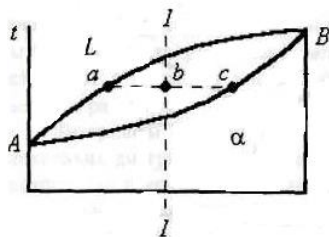

рис. 25
2.39. Отношением каких отрезков определяется количество кристаллической фазы в сплаве I - I в точке b (рис. 25)?